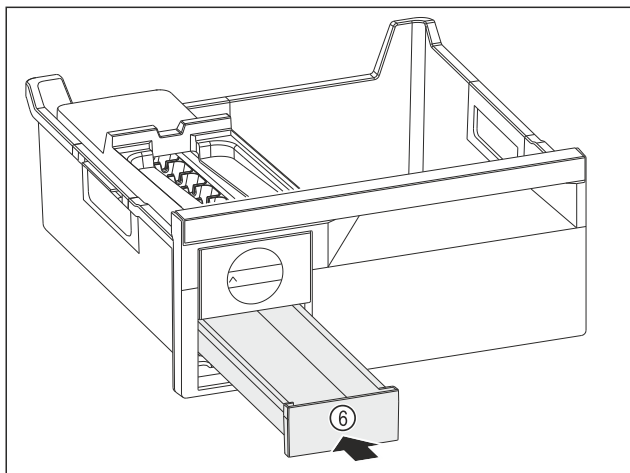

Fig. 159
- Spingere verso l'interno il cassetto del ghiaccio Fig. 159 (6).